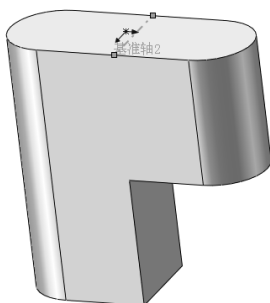

图 4-27 创建的基准轴 2
3) 确认创建的基准轴。单击“基准轴”属性管理器中的✓(确定)按钮,以两平面的交线创建的基准轴2如图4-27所示。